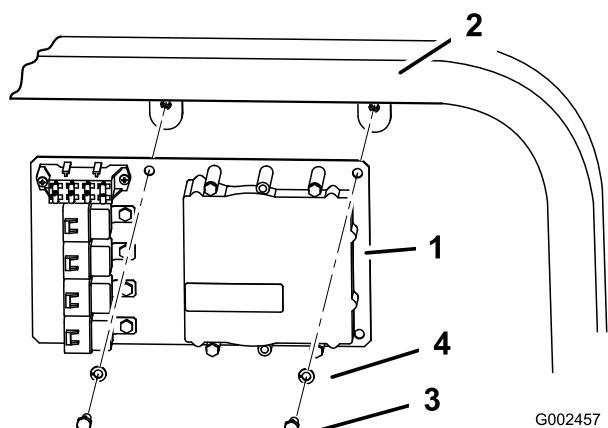

Figura 9
- A. Con Multi-Pro 1200 e 1250, montate la piastra di appoggio con 2 bulloni (5/16 x 3/4 pollice) e 2 rondelle di bloccaggio (5/16 pollice) come illustrato in Figura 9.